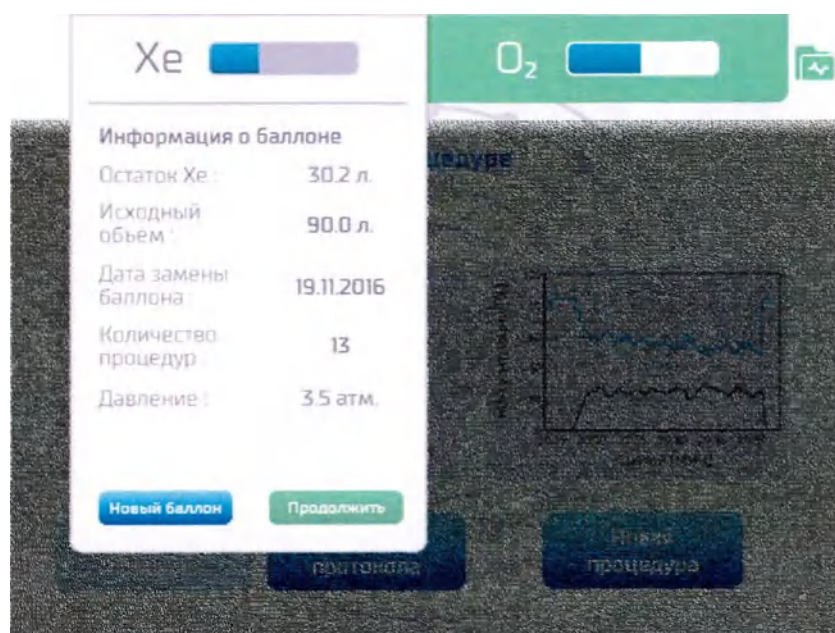

Рис.42 Информация о баллоне с ксеноном
- нажать в верхней части экрана на информацию о заменяемом баллоне. Отобразится окно настроек (на Рис.42) приведен пример для ксенонового баллона).